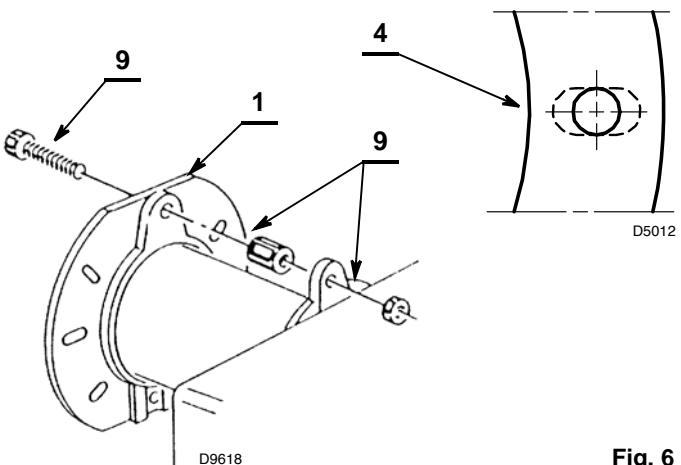

Fig. 6
- insérer sur la bride 1) (Fig. 6) la vis et les deux écrous 9);
- élargir, si nécessaire, les trous dans l'écran isolant 4) (Fig. 6).